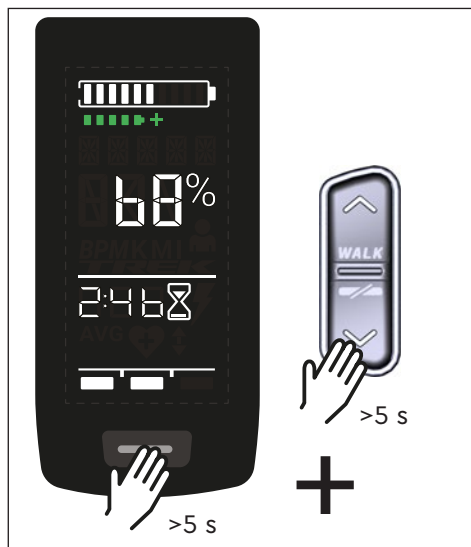

Fig. 10: Rücksetzen auf Werkseinstellungen
- ▶ Press and hold the button on the display and the DOWN button on the remote for at least 5 s (see Fig. 10).